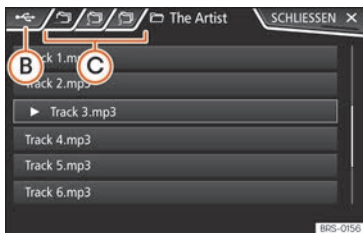

Abb. 194 Medien-Modus: Titelliste einer Medienquelle.
- Im Hauptmenü *MEDIEN* die Funktionsfläche **(AUSWAHL)** »» **Abb. 191** antippen, um die Titelliste zu öffnen. Der aktuell gespielte Titel ist hervorgehoben »» **Abb. 194**.